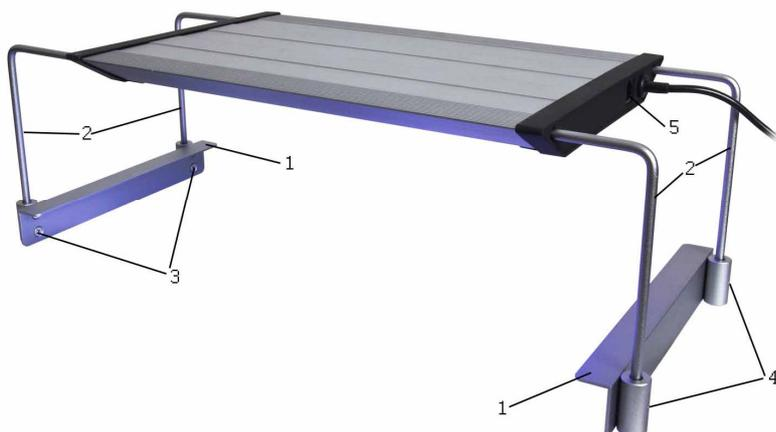

Fig. 2: aquarius plant incluso fissaggio
- Fissaggio all'acquario (fare riferimento alla Fig. 2)
Gli appoggi (Fig. 2, No. 2) vanno posizionati nelle guide della plafoniera **aquarius plant**. Quindi l'altezza richiesta è regolata con le viti a brugola nelle guide laterali (Fig. 2, No. 4). Inclusa c'è una chiave per chiudere le viti laterali. Il fissaggio (Fig. 2, No. 1) va montato sul lato frontale dell'acquario. La distanza desiderata si ottiene muovendo gli appoggi nei binari delle guide.
L' **aquarius plant** può essere collegato a qualsiasi presa di sicurezza o a un timer nel caso si richieda un funzionamento automatico. Se usate un timer tutti i LED saranno accesi o spenti allo stesso tempo. Un controllo separato di tutti i 6 canali è possibile usando il controller **aquarius control (art.-No. 87700)**. Questo deve essere connesso all'attacco (**Fig. 2, No. 5**) dell'**aquarius plant**. Usando il cavo accessorio Y (art.-No. 87701) più **aquarius** possono funzionare con un singolo controllo di unità.